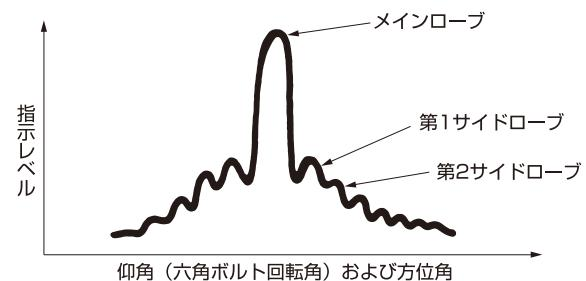
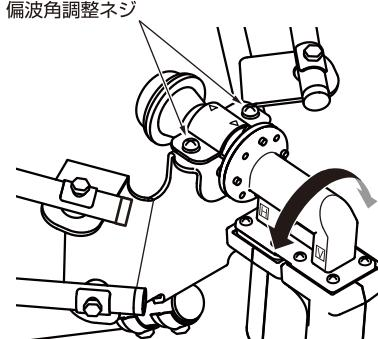

図9
図10
①偏波角調整ネジを緩めて、10ページの「主な設置地区的仰角と方位角と偏波角」からアンテナ設置地区的偏波角になるようフィードホーンを回転させて偏波角目盛を押え金具の矢印に合わせて偏波角調整ネジを締め付けてください。
②仰角調整は、仰角調整用六角ボルトを回してスペクトラムアナライザーまたはCS・BSレベルチェッカーの指示レベルが最大になるように調整を行います。このとき、サイドロープと間違えないためにこの振れを通り越して、次の指示レベルが大きくなるところまで仰角調整用六角ボルトを回して右図のような(仰角および方位角/指示レベル)特性になっていることを確認した後、指示レベルが最大(メインロープ)の仰角に戻します。(図9参照)
③方位角調整についても仰角調整と同様な指示レベルが最大の方位角に調整します。
④偏波角調整ネジを緩めて、フィードホーンをスペクトラムアナライザーを見ながら左右に回転させて受信レベルを最大にします。(図10参照)
⑤仰角、方位角、偏波の調整を数回くり返し、受信レベルを最大にします。
⑥次に交差偏波のレベルを確認します。